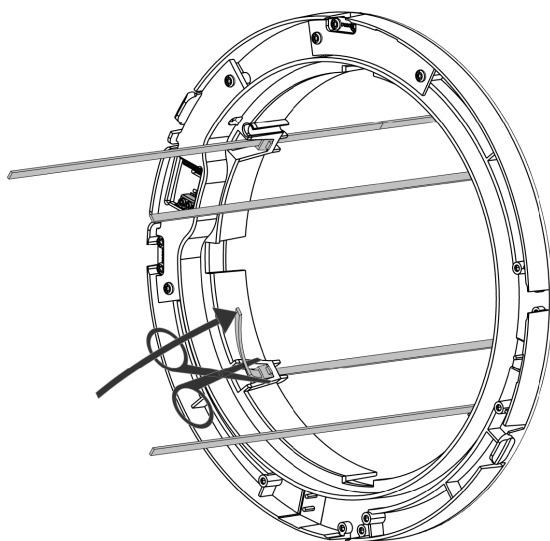
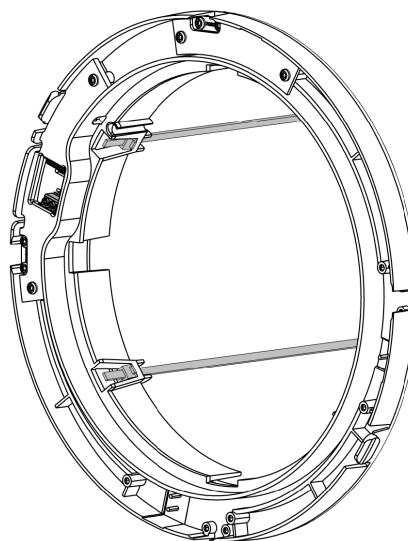

Figure 24 - Pliez et coupez les autres bandes.
Figure 25 - Le chapeau de façade est désormais fixé.
5. Pliez l'extrémité de chaque bande de montage du chapeau de ventilation afin de pouvoir couper la longueur superflue pour l'« entonnoir » du chapeau de façade (voir Figure 24 et Figure 25).